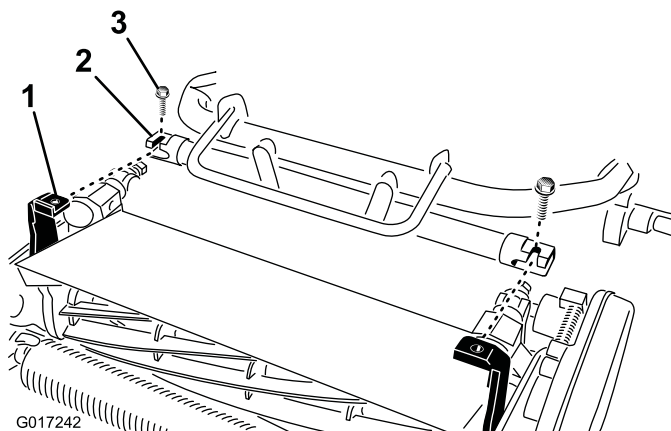

Figure 5
4. Manœuvrez le cadre du groupe de déplacement (Figure 5) en avant jusqu'à ce qu'il s'engage avec les bras pivotants du plateau de coupe.
5. Fixez le cadre du groupe de déplacement aux bras pivotants du plateau de coupe avec (2) boulons 3/8 x 3/4" (Figure 5)